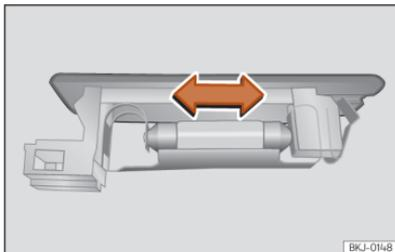

Fig. 175 Luz da bagageira.
- Pressione a lâmpada lateralmente e retire-a do alojamento »» **Fig. 175.**